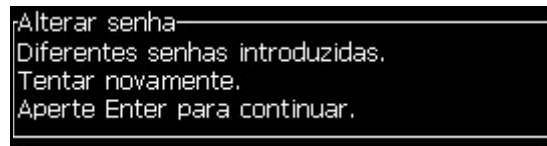

Figura 4-7: Alterar senha
- 3 Digite novamente a nova senha e pressione a tecla *Enter*. Se a senha de confirmação for diferente da primeira senha digitada, a caixa de diálogo *Alterar senha* aparece (veja Figura 4-7).